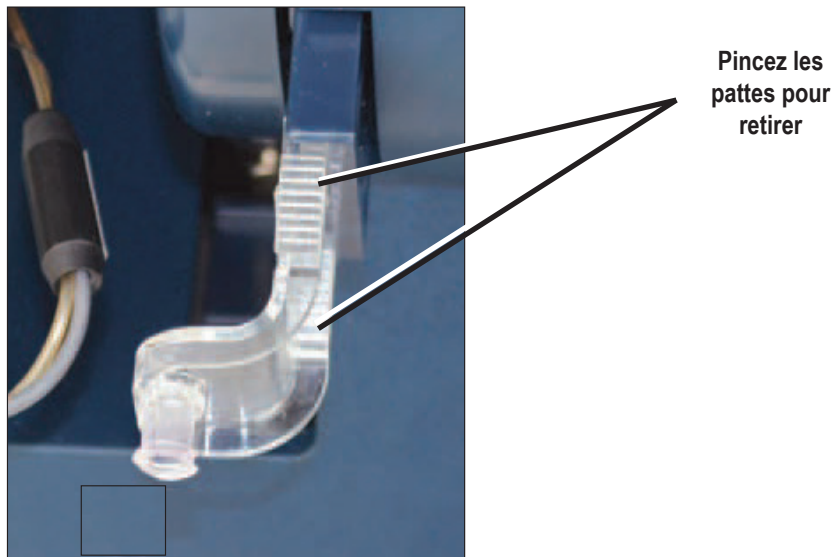

Figure 6.3 Pattes du port de sécurité pour l'échantillonnage
2. Pincez les pattes ergots du dispositif de verrouillage sur les côtés du haut et du bas du port de sécurité pour l'échantillonnage (Figure 6.3).